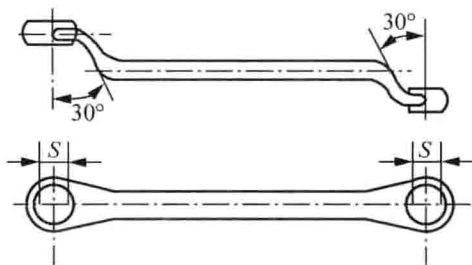

图 1-4 梅花扳手
(2) 梅花扳手(图 1-4)。梅花扳手两端内孔为正六边形,按其闭口尺寸 S 大小分 8~10mm、12~14mm、17~19mm 等。通常成套装备,有 8 件一套、10 件一套等。